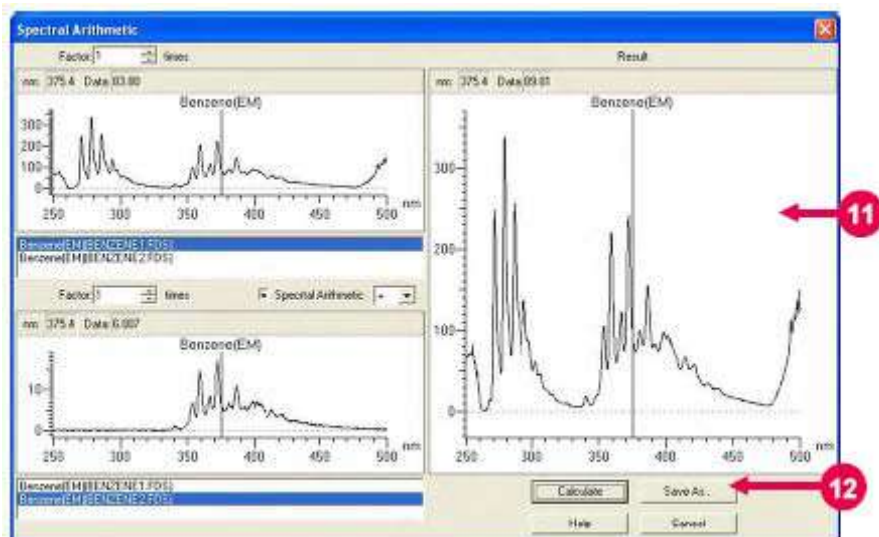

Рис. 7-31 После выполнения арифметической операции
- (11) Результат арифметической операции показан на рис. 7-31 (Смотрите (11) на рис. 7-31).
- (12) Нажмите кнопку «Сохранить как». Результаты вычисления будут сохранены в файл. (Смотрите (12) на рис. 7-31).